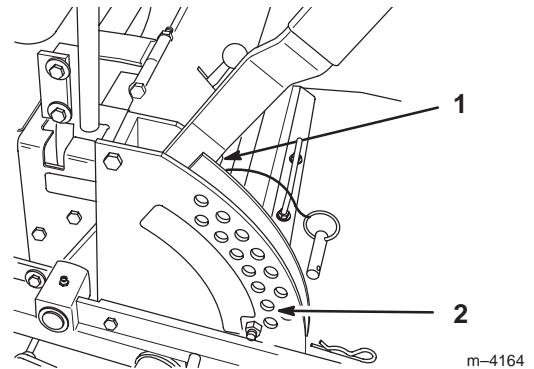

Figure 59
- Relevez le plateau de coupe en position de transport et détendez les deux grands ressorts de levage du plateau en desserrant l'écrou situé devant chaque ressort (Fig. 59).
- Placez deux cales de 38 mm (1-1/2") d'épaisseur sous le bord inférieur arrière gauche et droit de la tondeuse. Placez une cale de 57 mm (2-1/4") sous le bord inférieur central avant de la tondeuse. Sélectionnez la hauteur de coupe de 51 mm (2") (Fig. 59).
1. Déplacez le levier de relevage du plateau de coupe à la position de transport (Fig. 59).